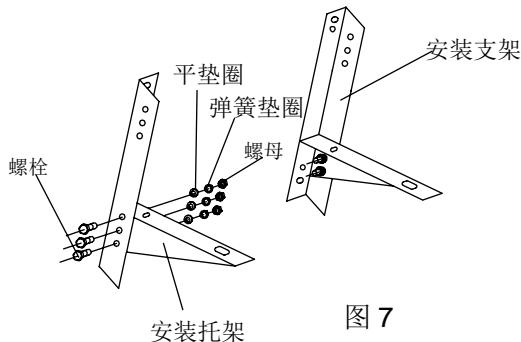

图 7
- 1.用另购的 6 颗 M12X25 的螺栓及与之相配的平垫圈、弹簧垫圈和螺母将安装支架和托架组装在一起 (参考图 7)。